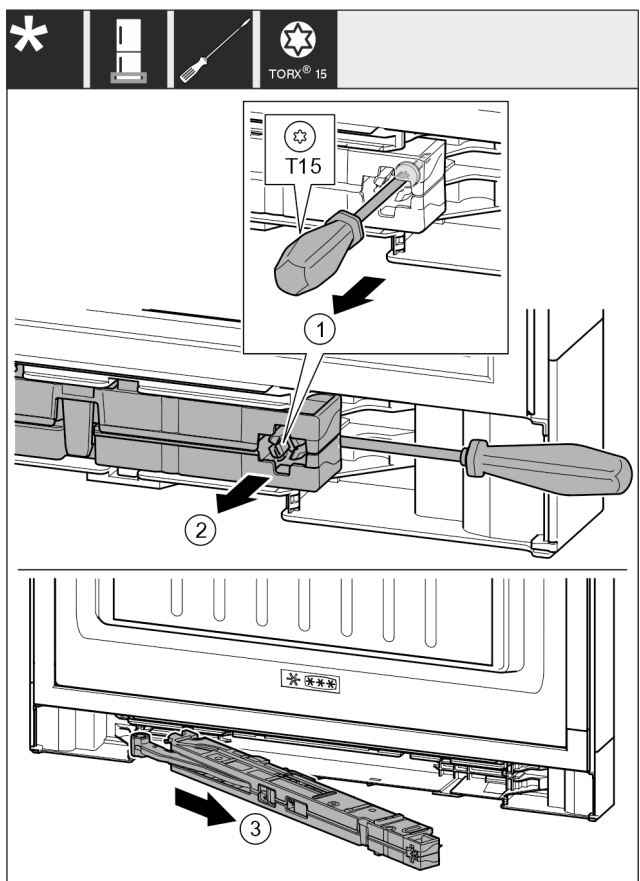

Fig. 17
- ▶ Atlaisvinkite uždarymo amortizatoriaus mazgo varžtą atsuktuvu T15 maždaug 14 mm. Fig. 17 (1)
- ▶ Pastumkite atsuktuvą rankenėlės pusėje už uždarymo amortizatoriaus mazgo. Pasukite mazgą į priekį. Fig. 17 (2)
- ▶ Ištraukite mazgą. Fig. 17 (3)